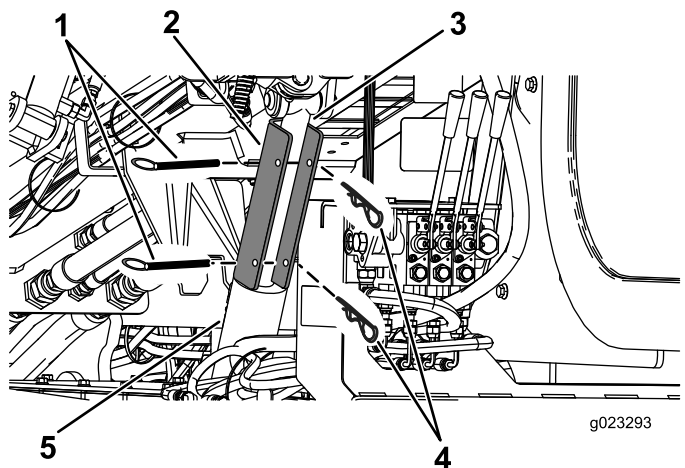

**Bild 73**
4. Positionieren Sie das Zylinderschloss über der Zylinderstange (Bild 73).
5. Befestigen Sie das Zylinderschloss mit dem Splint und dem Lastösenbolzen (Bild 73).
4. Entfernen Sie den Splint und den Lastösenbolzen, mit denen das Zylinderschloss befestigt ist (Bild 73).